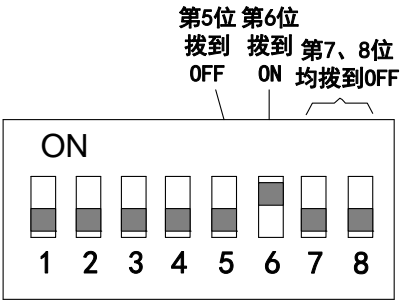

图 4.28 -3.3V~+3.3V 差分信号调速的拨码开关配置
-3.3V~+3.3V 差分信号模拟信号占空比调速方式的码开关配置如图 4.28 所示。第 1-3 位配置电机额定电流 (如何配置电机额定电流见 表 2.2); 第 4 位配置堵转时间 (如何配置见表 2.3); 第 5-7 位配置调速方式 (如何配置调速方式见 表 2.4), 我们将第 5 位拨到 OFF, 第 6 位拨到 ON, 第 7 位拨到 OFF; 第 8 位控制方式位拨到 OFF。